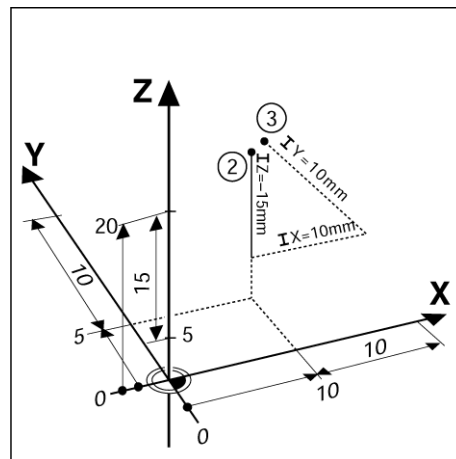

Fig. I.3 Posição 3 utilizando coordenadas incrementais
**Exemplo:** Coordenadas incrementais da posição **3** referenciadas segundo a posição **2**. Ver Fig. I.3